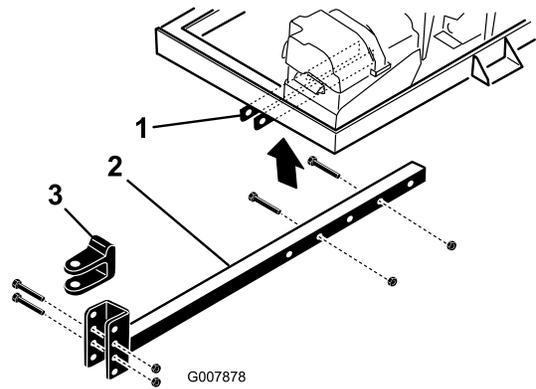

Figura 4
2. Introduzca la barra del enganche en los soportes del bastidor (Figura 4). Fije el tubo al bastidor con 2 pernos ($\frac{3}{8}$ " x 3") y tuercas con arandela prensada ($\frac{3}{8}$ ") y apriete a 40 Nm.
- Retire los pernos y las contratuercas que fijan la horquilla de enganche (Figura 4) a la barra de enganche.
- Retire los pernos y tuercas que sujetan la barra de enganche a los soportes del bastidor (Figura 4).